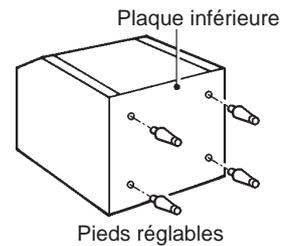

Fig. 3
- Visser à fond les quatre pieds fournis (accessoires du bac) au dessous du bac de stockage. Voir fig. 3.